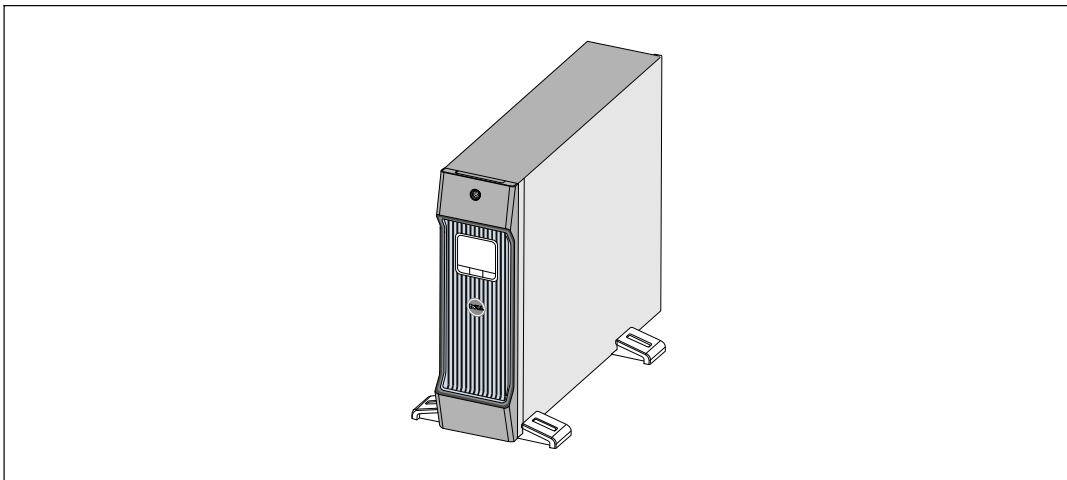

Abbildung 25. Tower-Konfiguration
- 9 Stellen Sie das Gehäuse vorsichtig in eine senkrechte Position (siehe Abbildung 25).